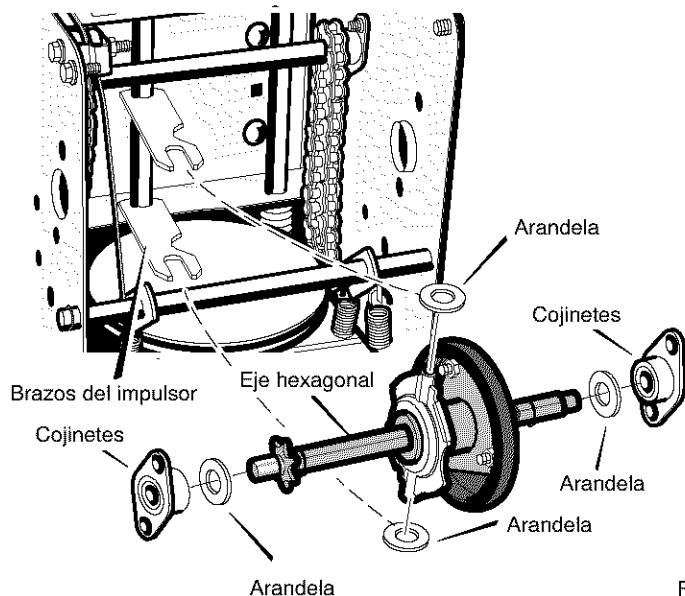

Figura 86
13. Instale el **eje hexagonal** y los **cojinetes** con los cuatro pernos que quitó antes (consulte la Figura 86).